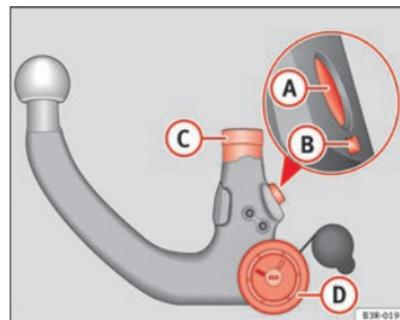

Fig. 153 Dispositivo de reboque desmontável: Rótula
- Verifique se o perno de bloqueio **(A)**, a alavanca de desencaixe **(B)**, o perno de encaixe **(C)** e a roda recartilhada **(D)** ⇒ Fig. 153 da rótula não estão sujos nem deteriorados.